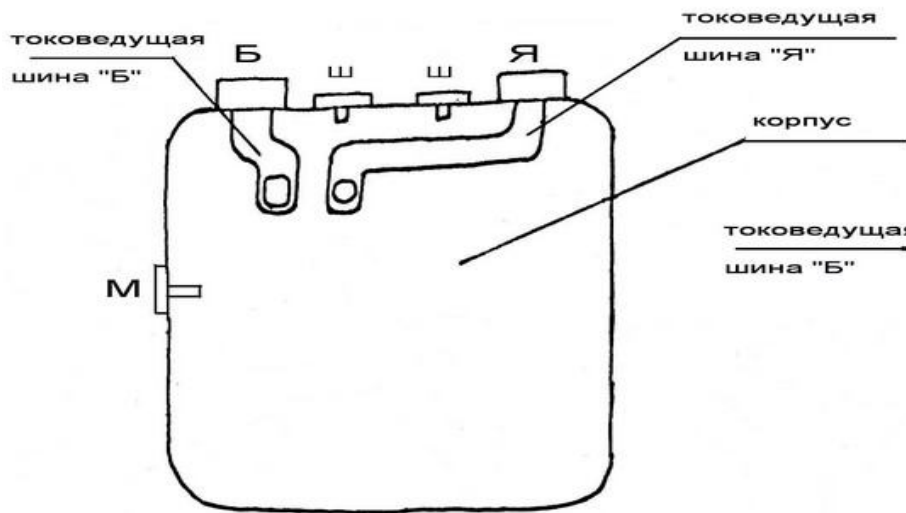

Рис.1
2. Перед монтажом ЭРРТ- 01, необходимо произвести полный демонтаж реле-регулятора РРТ-32 оставив, лишь токоведущие шины выводов "Б" и "Я" до вида: (рис.1)